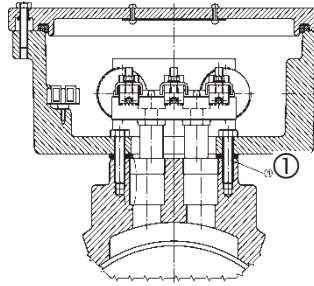
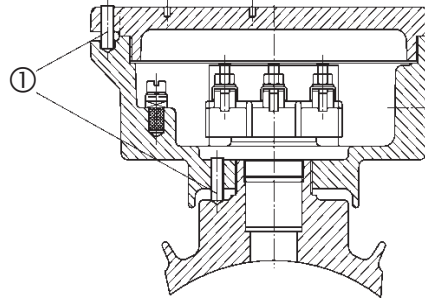

Figure 5: Boîte à bornes avec vis de fixation ①
Figure 6: Boîte à bornes avec tige filetée ①
Ouvrir le bornier en desserrant les vis du couvercle (Figure 5) ou lors de version avec tige filetée (Figure 6) en débloquent la tige filetée puis en ouvrant le couvercle. Après la connexion au réseau, refermer la boîte à bornes de la même manière.
- les quatre vis de fixation (→ Figure 5) soit
- la sécurité de déblocage moyennant la tige filetée (→ Figure 6).Les vis sont freinées par une colle anaérobie. Le frein-filets peut être défaire en tapant avec un marteau sur la tête de la vis.
Des boîtes de borne qui sont fixées selon Figure 6 doivent être débloquent de la butée de filet à un tour au maximum.